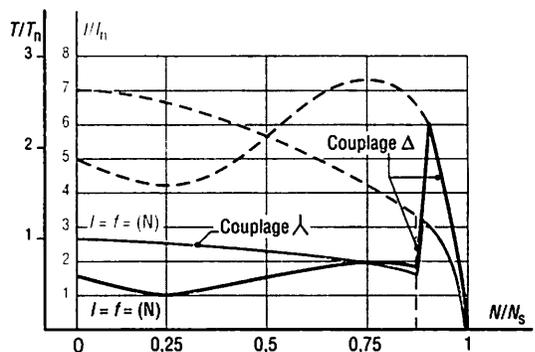

Fig. 9 : Courbes du couple et de l'intensité en démarrage Y/D.
2.2. Caractéristiques (fig. 9)